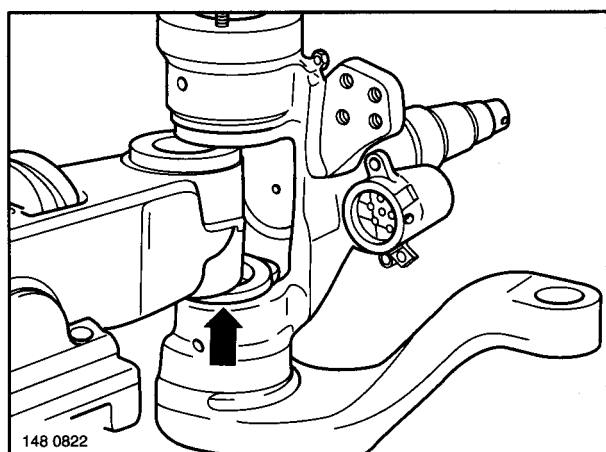

Fig. 22
- (4) Place the complete thrust bearing (Fig. 22/arrow) on the lower steering swivel bearing.
- (5) Slide the steering swivel with the thrust bearing onto the stub axle (Fig. 22).
- (4) Placer l'ensemble (figure 22/flèche) sur le palier de fusée inférieur.
- (5) Faire glisser la fusée avec l'ensemble sur le carter de pivot (figure 22).
- (4) Komplettes Drucklager (Fig. 22/Pfeil) auf die untere Lenkschenkellagerung legen.
- (5) Lenkschenkel einschließlich Drucklager auf die Achsfaust aufschieben (Fig. 22).